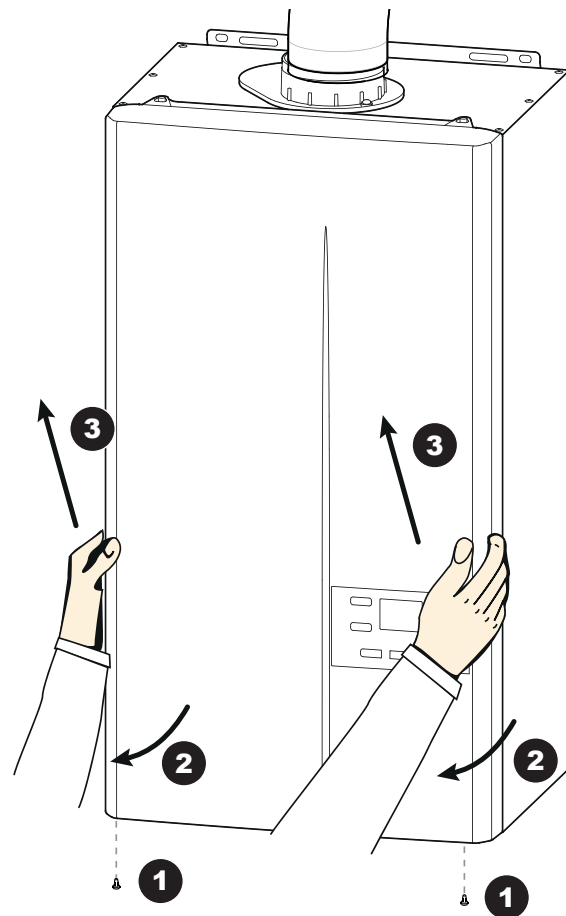

fig. 28 - Dépose de la façade
- Déposer la façade (voir fig. 28, page 48).